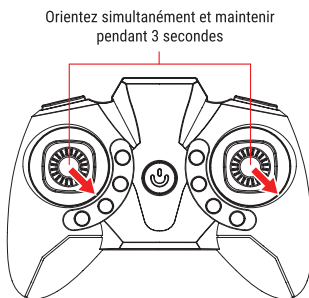

Figure 2: Calibration
4. Après avoir ôté la vis, veuillez tirer l'hélice endommagée vers le haut pour l'extraire du rotor (Figure 2).
4. **Calibration:** Veuillez calibrer le drone avant chaque utilisation, en maintenant simultanément les deux joysticks en diagonale vers le bas et la droite (Figure 2). La radiocommande émet un signal sonore (bip) et les témoins lumineux du drone clignotent pendant toute la durée de la calibration (environ 2-3 secondes). Veuillez également recalibrer le drone après chaque crash.